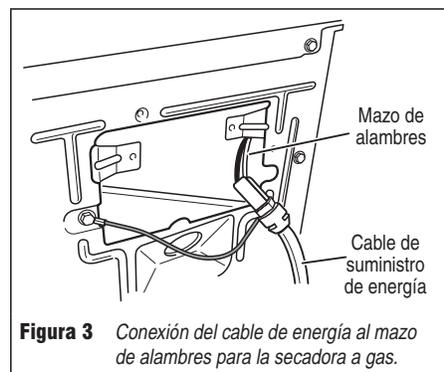
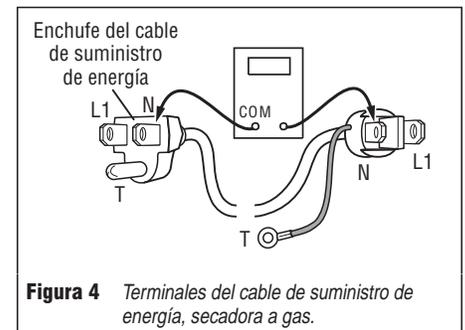

Figura 3 Conexión del cable de energía al mazo de alambres para la secadora a gas.
Figura 4 Terminales del cable de suministro de energía, secadora a gas.
3. Compruebe que el cable de energía esté conectado firmemente al mazo de alambres de la secadora. Vea la figura 3.
5. Con un ohmímetro, compruebe la continuidad entre el terminal neutro (N) del enchufe y P1-2 (alambre blanco) en la tarjeta de control de la máquina. El lado izquierdo de la figura 4 muestra la posición del terminal neutro (N) en el enchufe del cable de suministro de energía. Vea también la figura de la página 2, Componentes electrónicos del control de la máquina.
- Si no hay continuidad, desconecte el alambre blanco del mazo de alambres del cable de energía en el lugar indicado en la figura 3. Pruebe la continuidad del alambre neutro del cordón de energía como se ilustra en la figura 4. Si se encuentra un circuito abierto, cambie el cordón de energía. Si no es así, vaya al paso 6.
- Si no hay continuidad, compruebe la continuidad del cable de energía en una forma similar a la que se muestra en la figura 4 pero para el alambre del cable L1.